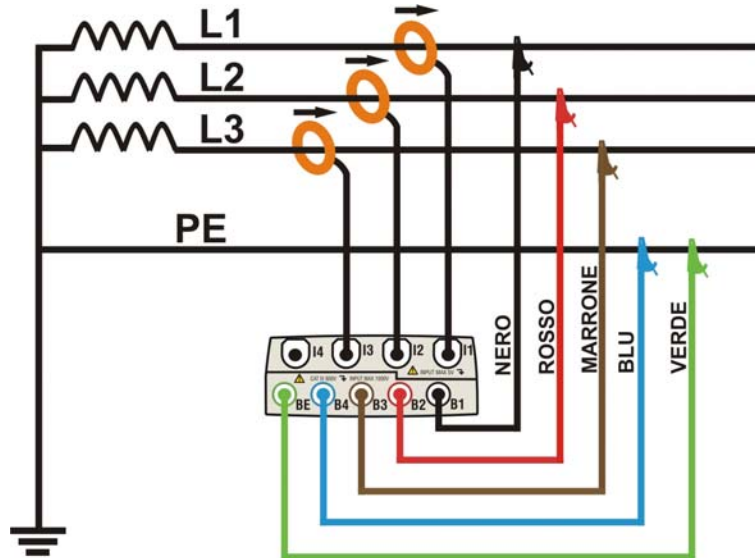

Fig. 123: Collegamento dello strumento in un sistema Trifase 3-fili
2. Collegare i cavi di misura della tensione sui conduttori di Fase L1, L2, L3 e Terra rispettando i colori come mostrato in Fig. 123. **Verificare a display l'indicazione "123" relativa al corretto senso ciclico delle fasi** (vedere il § 5.2.1) ed effettuare le opportune correzioni fino al raggiungimento di tale situazione.
3. Collegare le pinze di corrente sui conduttori di Fase L1, L2, L3 come mostrato nella Fig. 123 **rispettando il verso della freccia** presente sulla pinza stessa che indica la direzione convenzionale della corrente da generatore a carico. **Verificare sempre, nelle videate della sezione Visualizzazione Misure, che le Potenze Attive P1, P2, P3 siano sempre positive e che i fattori di potenza Pf1, Pf2, Pf3 siano corrispondenti ad un carico, normalmente induttivo**, prima di attivare una registrazione. In caso di valori negativi delle potenze attive ruotare le pinze di 180° sui conduttori interessati.